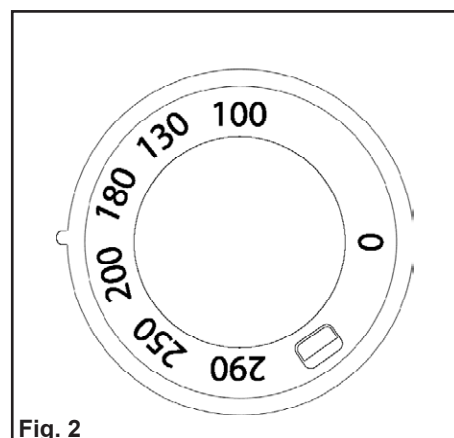

Fig. 2
- Tournez la manette (Fig. 2) dans le sens des aiguilles d'une montre et programmez la température désirée.